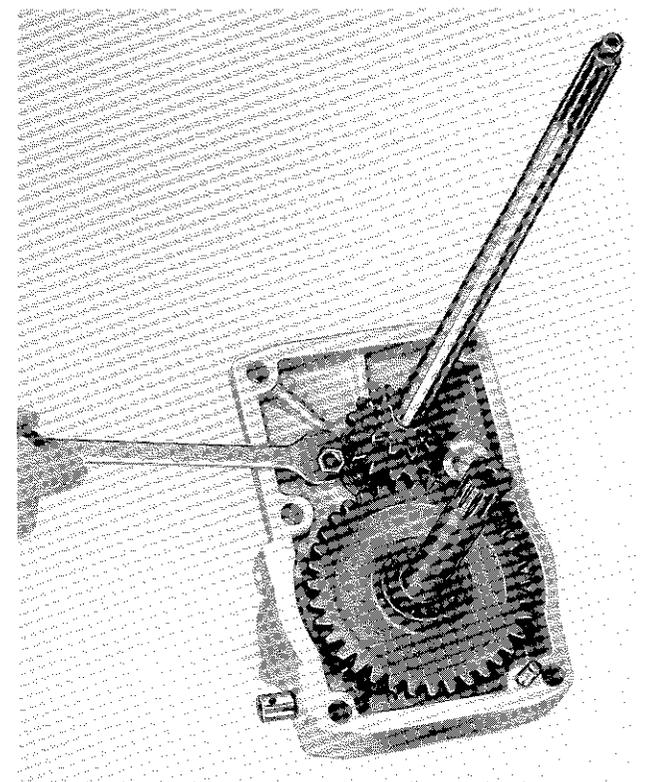

Fig. 16 - Bloccaggio albero primario
- togliere il dado (fig. 16), fissare in una morsa (usare griffe in alluminio) l'albero primario e applicare al coperchio carter l'attrezzo 2.7981.057, quindi sfilare con l'estrattore 2.7981.047;
- bloccare l'albero primario (vedi fig. 16);